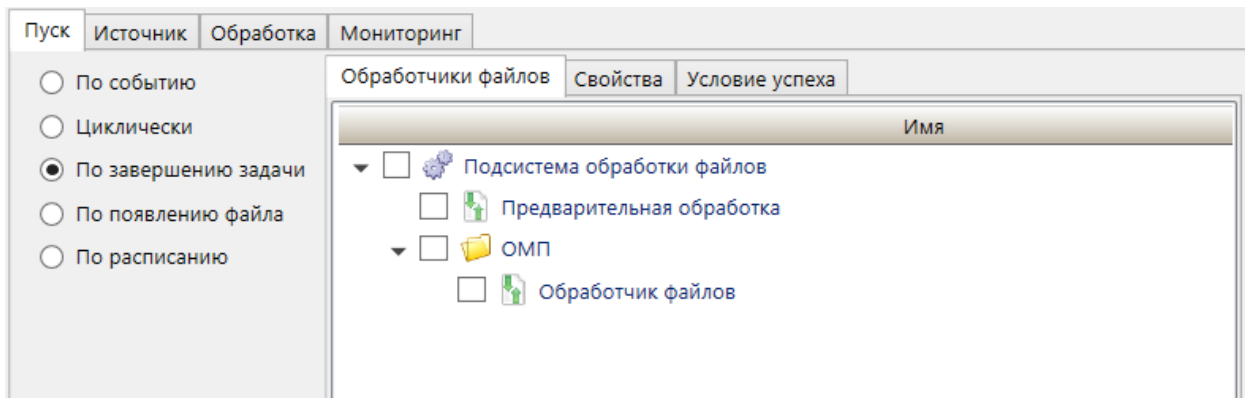

Рисунок 257 – Режим запуска обработчика файлов «По завершению задачи»
- «По завершению задачи». Запуск обработчика файлов выполняется по завершении работы требуемого обработчика файлов. Обработчик файлов, по завершении которого выполняется запуск настраиваемого обработчика, выбирается из перечня имеющихся обработчиков файлов в подразделе **Обработчики файлов** режима запуска «По завершению задачи» (рисунок 257). Настройка повторного запуска выполнения обработчика файлов по условию успеха (таблица 193, описание группы параметров «Действия при неблагоприятном исходе») выполняется в подразделе **Свойства** режима запуска «По завершению задачи». Условие успеха выполнения обработчика файлов настраивается в подразделе **Условие успеха** режима запуска «По завершению задачи»;